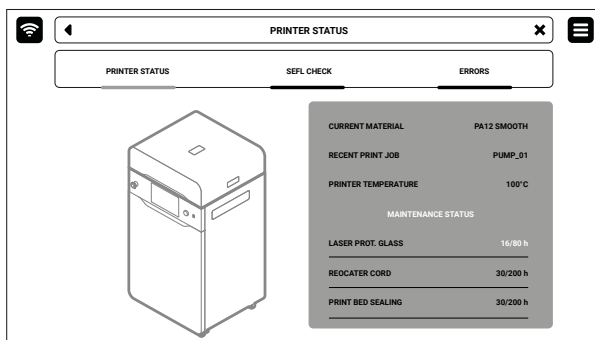

Abb. 12.2 Bildschirm **PRINTER STATUS**.
- a) **PRINTER STATUS**, auf dem Du den aktuellen Status des Druckers und den Zustand der Druckerkomponenten überprüfen kannst (Abb. 12.2). Komponenten, die gewartet und gereinigt werden müssen, sind: